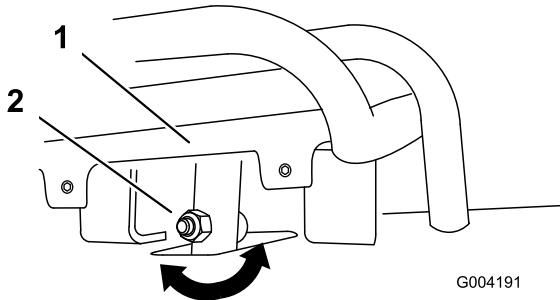
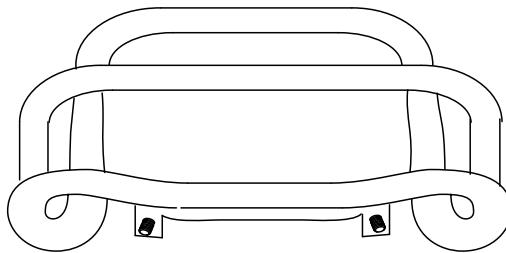

Bild 56
Bild 57
4. Wenn die Vorderseite des Fahrantriebs nicht bündig und gleichmäßig am Anschlagbügel bleibt, lösen Sie die Bundmutter und die Schraube im Schaft des Fahrantriebs (Bild 56).
5. Stellen Sie den Fahrantriebshebel so ein, dass er bündig am Anschlagbügel bleibt, wenn er gerade nach hinten gezogen wird (Bild 56 und Bild 57).